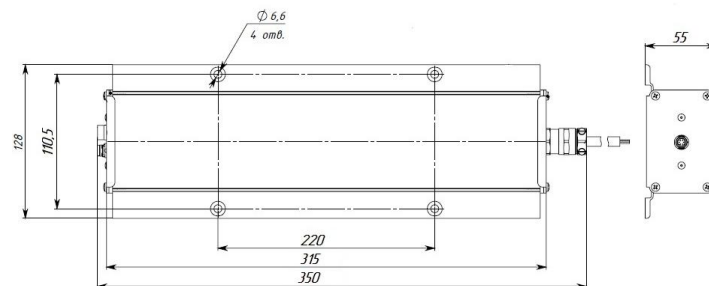
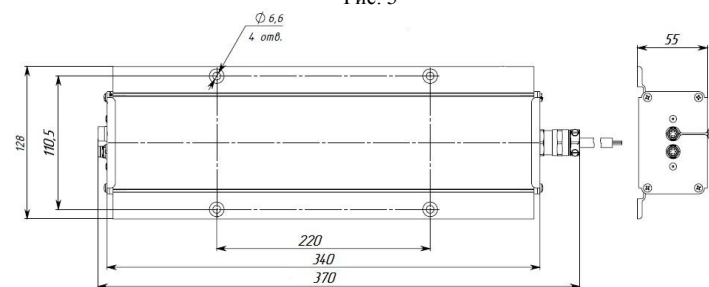

Рис. 5
Рис. 6
- драйвер (источник питания 120Вт (рис.5), источник питания 240Вт (рис.6));